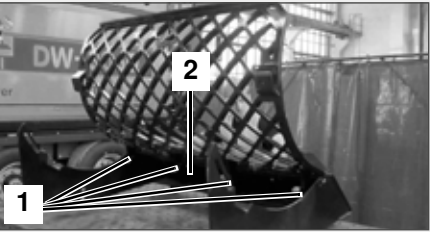

Abb. 5: Heckkorbwechselgitter positionieren
6. Heckkorbwechselgitter an der Kante der Heckkorbwechselgitteraufnahme so positionieren, dass die vier Sechskantschrauben an den Haken des Heckkorbwechselgitters (Abb. 5/ 1) fest an der Anschweißachse der Heckkorbwechselgitteraufnahme (Abb. 5/2) anliegen.